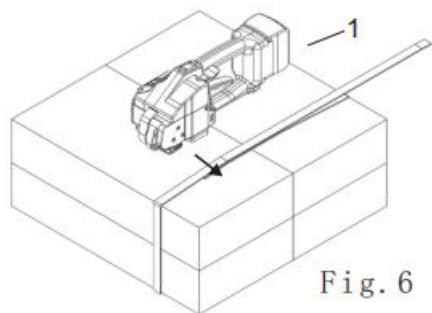

Fig. 6
- Wickeln Sie das PP/PET-Band von oben nach unten um das Bündel und halten Sie dabei den Bindegurt so, dass das untere Ende des Bindegurtes ca. 20cm von der Hand entfernt ist. (siehe Abbildung 6)